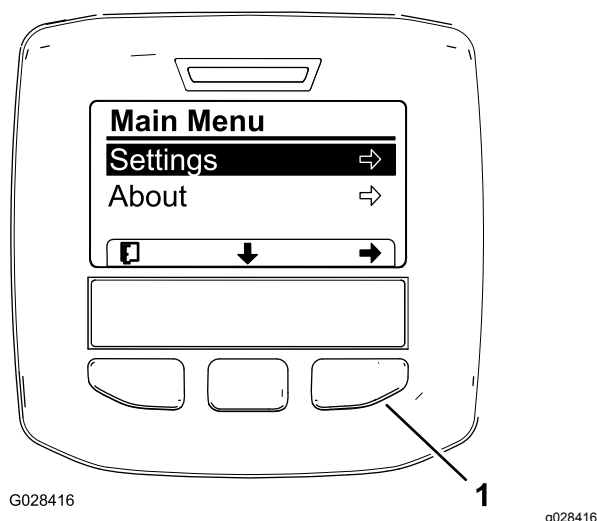
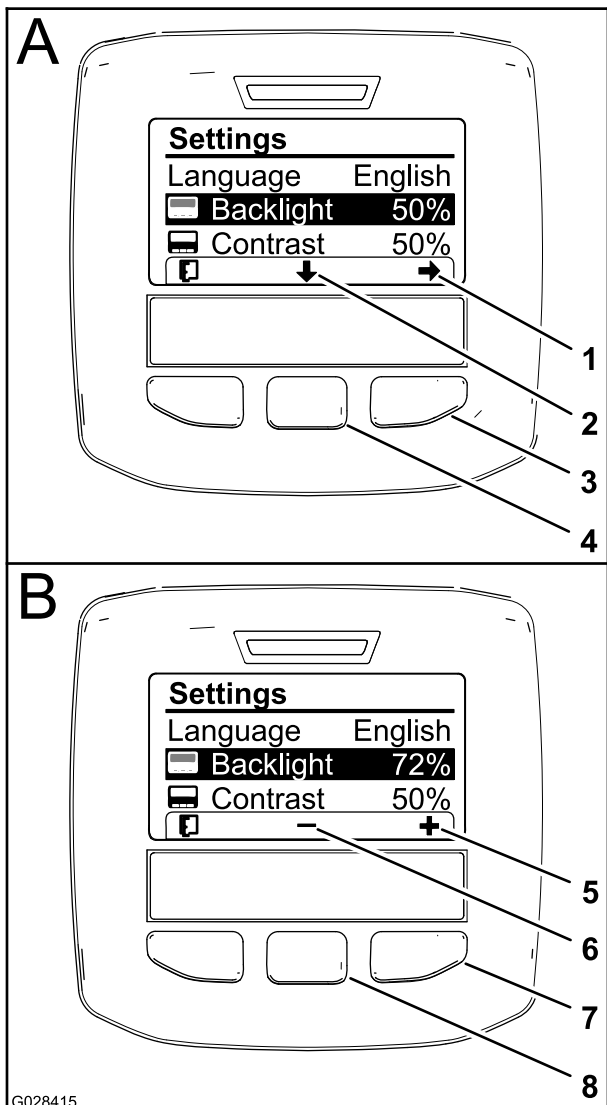

Bild 62
Bild 64
3. Drücken Sie die mittlere Auswahltaste, um auf das Hauptmenü zuzugreifen (Bild 62).
5. Drücken Sie die linke Auswahl taste, um die Auswahl(en) zu speichern, beenden Sie das Menü „Einstellungen“ und gehen auf das Hauptmenü zurück (Bild 62).
Symbol auf dem Display), um die ausgewählte Option nach unten zur Einstellung für die Rückbeleuchtung zu verschieben (Bild 64).
3. Drücken Sie die rechte Auswahl Taste, um den Werteinstellungskontext anzuzeigen (Bild 64).
4. Ändern Sie die Helligkeit des Displays mit der mittleren und rechten Auswahl Taste (Bild 64).
5. Drücken Sie die linke Auswahl Taste (die Taste unter dem Listensymbol auf dem Display), um die Einstellung zu speichern, beenden das Menü „Rückbeleuchtung“ und gehen auf das Menü „Einstellungen“ (Bild 64) zurück.
6. Drücken Sie zum Einstellen des Kontrasts auf dem Display die mittlere Auswahl Taste (die Taste unter dem nach unten zeigenden Symbol auf dem Display), um die ausgewählte Option nach unten zur Einstellung für den Kontrast zu verschieben (Bild 64).
7. Drücken Sie die rechte Auswahl Taste, um den Werteinstellungskontext anzuzeigen (Bild 64).
8. Drücken Sie die linke Auswahl Taste (die Taste unter dem Listensymbol auf dem Display), um die Einstellung zu speichern, beenden das Menü „Kontrast“ und gehen auf das Menü „Einstellungen“ (Bild 64) zurück.
9. Drücken Sie die linke Auswahl Taste, um das Menü „Einstellungen“ zu beenden und das Hauptmenü anzuzeigen (Bild 62 und Bild 64).
10. Drücken Sie die linke Auswahl Taste, um den Homebildschirm anzuzeigen (Bild 64).